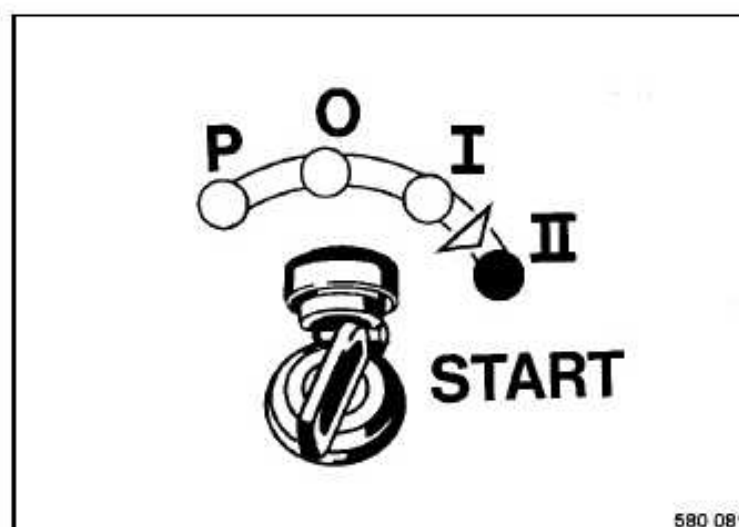

Fig. 43
- Girar la llave de encendido a posición "II" (Fig. 43), el motor de arranque gira el motor.